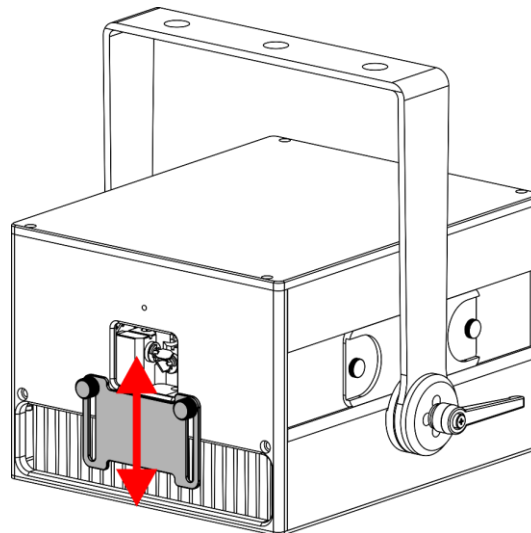

Fig. 12
- 01) Gire los 2 **tornillos de ajuste de la placa de protección (07)** en sentido antihorario para aflojarlos.
- 02) Deslice la **placa de protección de la abertura (06)** hacia arriba o hacia abajo para ajustar su posición (véase la Fig. 12).
- 03) Gire los 2 **tornillos de ajuste de la placa de protección (07)** en sentido horario para apretarlos. Asegúrese de que no queden excesivamente apretados.